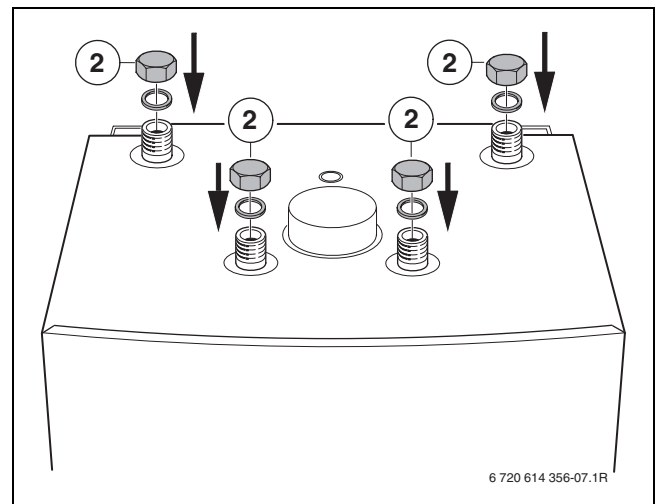

Fig. 5
- ▶ Avant le remplissage du ballon, monter les obturateurs sur les armatures non utilisées (→ Fig. 5 en page 8).